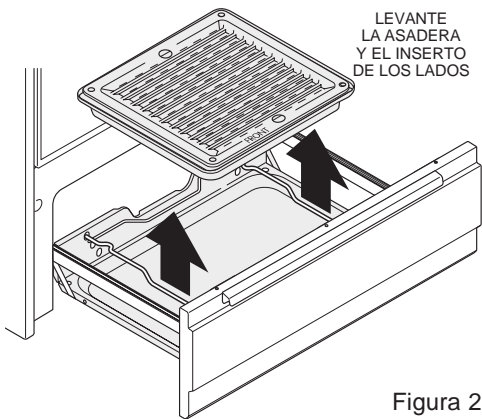

Figura 2
2. Retire la asadera y el inserto (Figura 2).
6. Coloque la asadera en la parrilla; asegúrese de que la asadera y el inserto estén colocados como se muestra en la Figura 2. Asegúrese de que la parte delantera de la asadera sea puesta correctamente en la parrilla.